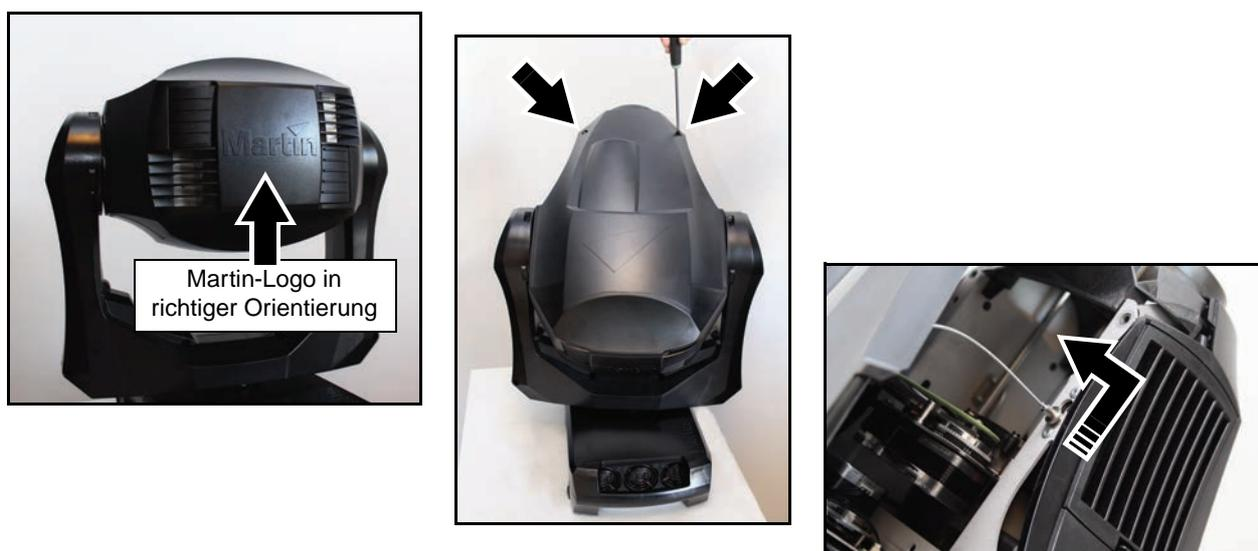

Bild 9: Entfernen der Kopfabdeckung
3. Siehe Bild 9. Stellen Sie den Kopf waagrecht. Das Martin™-Logo muss lesbar sein. Verriegeln Sie die Tiltsperre (siehe Bild 1 auf Seite 6).